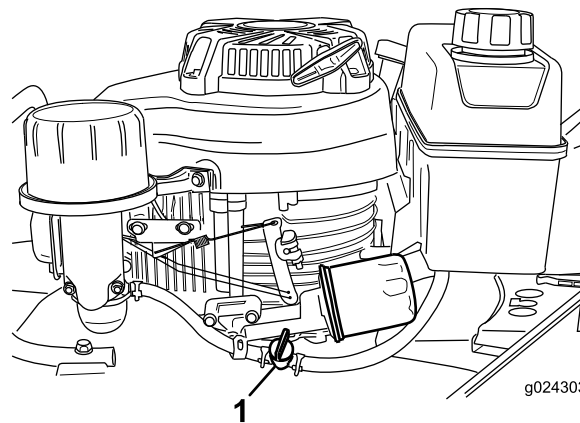

Figura 16
2. Abra la válvula de combustible (Figura 16).